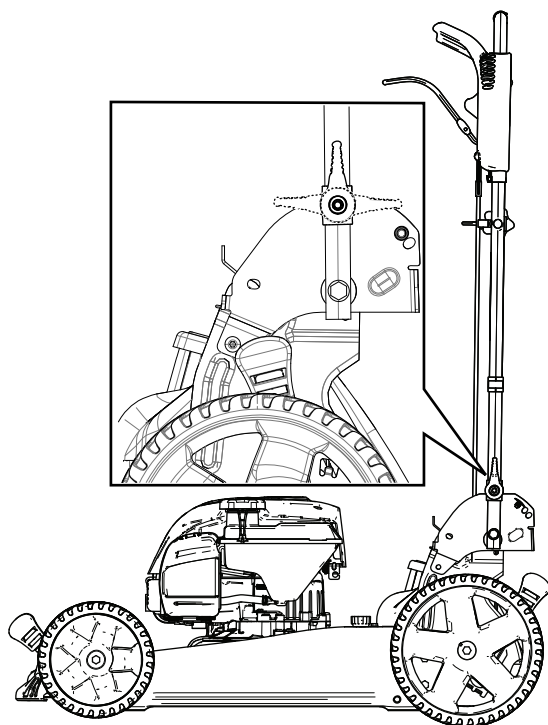

Figura 23
2. Pliegue el manillar hacia adelante, a la posición vertical o a la posición de plegado completo, según se indica en Figura 23.